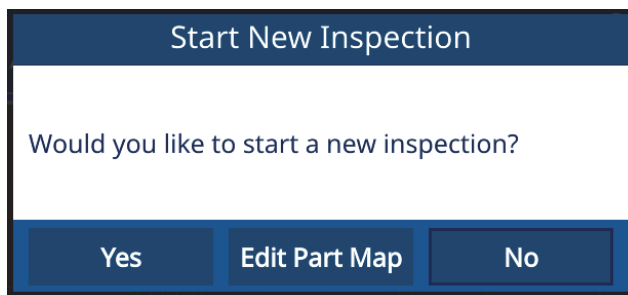

Figura 6-6 Iniciar una nueva inspección (Start New Inspection)
2. Pulse el botón **Yes** (Sí) a partir de la ventana emergente **Start New Inspection** (ver Figura 6-6 en la página 63).